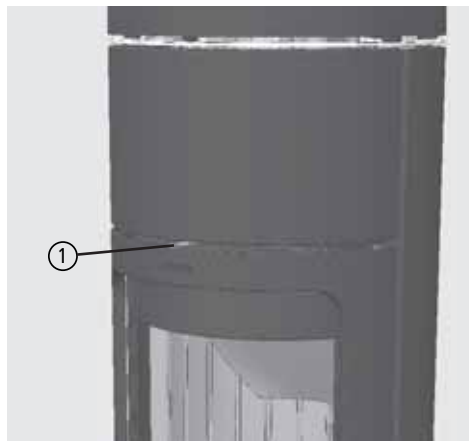

Abb. 4.19 DELTA W/ NOVIA W, Umlenkschieber, Bedienhebel
Die Bedienung des Umlenkschiebers erfolgt über den Bedienhebel (1) mittig über der Feuertür (siehe Abb. 4.19).